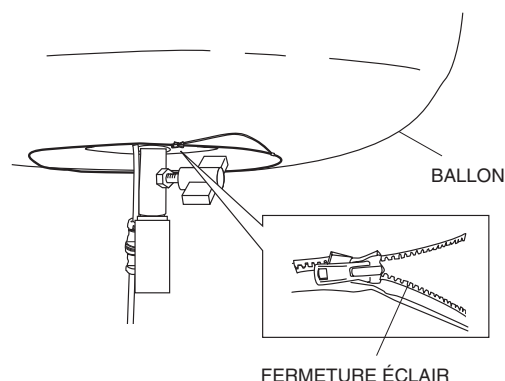

Figure 24. Dézipper le ballon
1. Légèrement dézipper la fermeture éclair au bas du ballon pour avoir accès au commutateur de gradation (Figure 24).